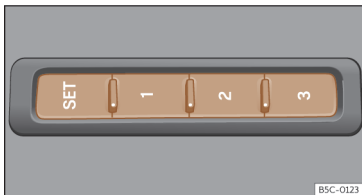

Fig. 95 No lado exterior do banco do condutor: botões de memória.
- Pressione o botão **SET** durante mais de 1 segundo >>> **Fig. 95**.